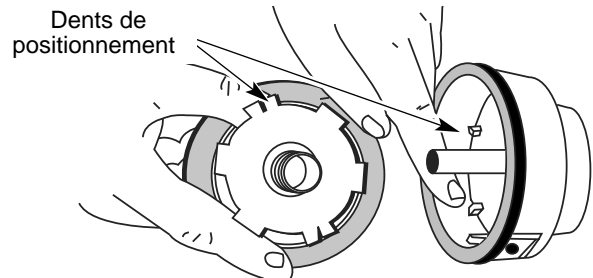

Fig. 17
5. Vérifiez l'état d'usure des dents de positionnement sur le moulinet intérieur et la bobine extérieure (Fig. 17). Enlevez les bavures ou remplacez le moulinet et la bobine au besoin.